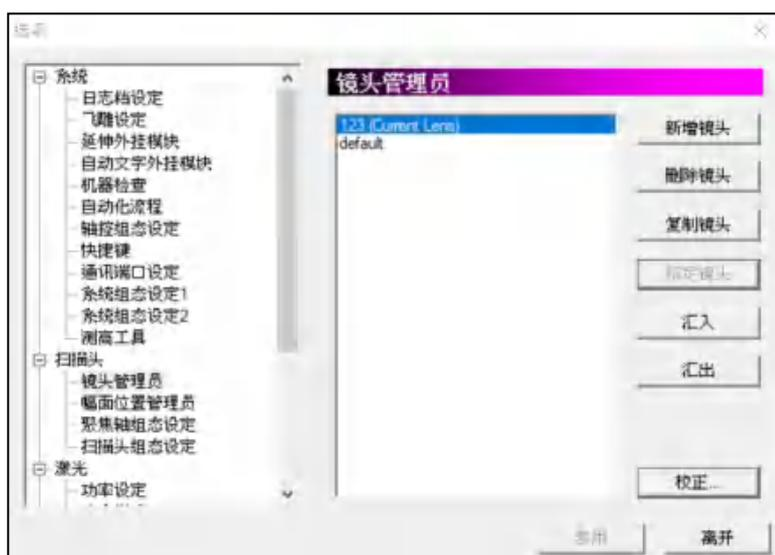

图 1.1.55
1. 先于「镜头管理员」设定镜头雕刻范围及校正档。如图 1.1.55。